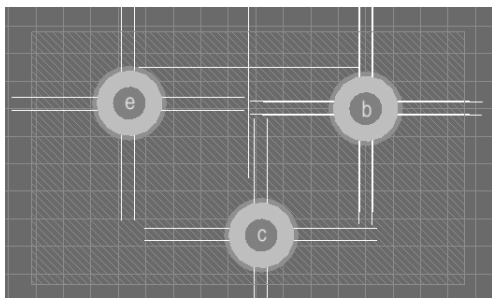

图 11-67 定位焊盘位置
2) 完成基准线添加后，在键盘中输入“2”，切换到二维窗口，将焊盘放置到基准线中，如图 11-67 所示。